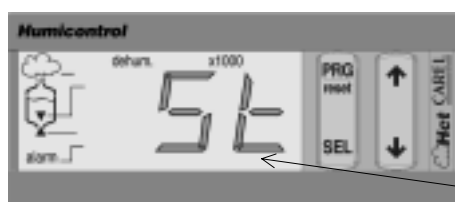

Fig. 10.2.3.1
- appuyer sur la touche SEL pendant environ 2 secondes jusqu'à l'apparition de St (voir Fig. 10.2.3.1);